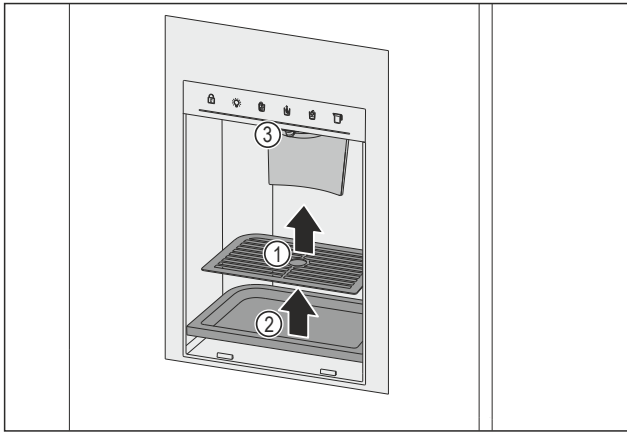

Fig. 156 Estrazione griglia antigocce e vaschetta raccogli-gocce
- Rimuovere la griglia antigocce Fig. 156 (1).
- Rimuovere la vaschetta raccogli-gocce Fig. 156 (2).
- Pulire lo scarico Fig. 156 (3) e l'area circostante utilizzando un panno morbido e pulito, acqua tiepida e del detergente.